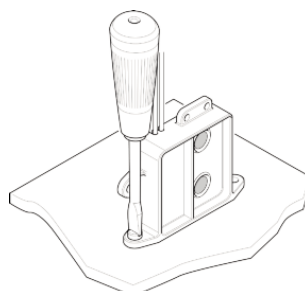
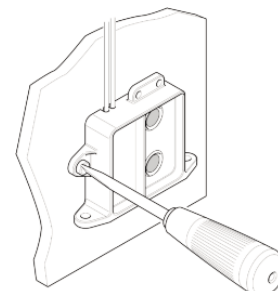

FIG 1 - Usando a base do sensor
FIG 2 - Usando os suportes laterais do sensor
1. Monte o sensor verticalmente como mostrado na fig.1 (fios localizados na parte de cima). Posicione o sensor o mais próximo possível da bomba para certificar-se de que estejam no mesmo nível de água.
1. Use a base do sensor (Fig.1) ou os suportes laterais (Fig.2) como padrão dos furos de montagem na superfície.